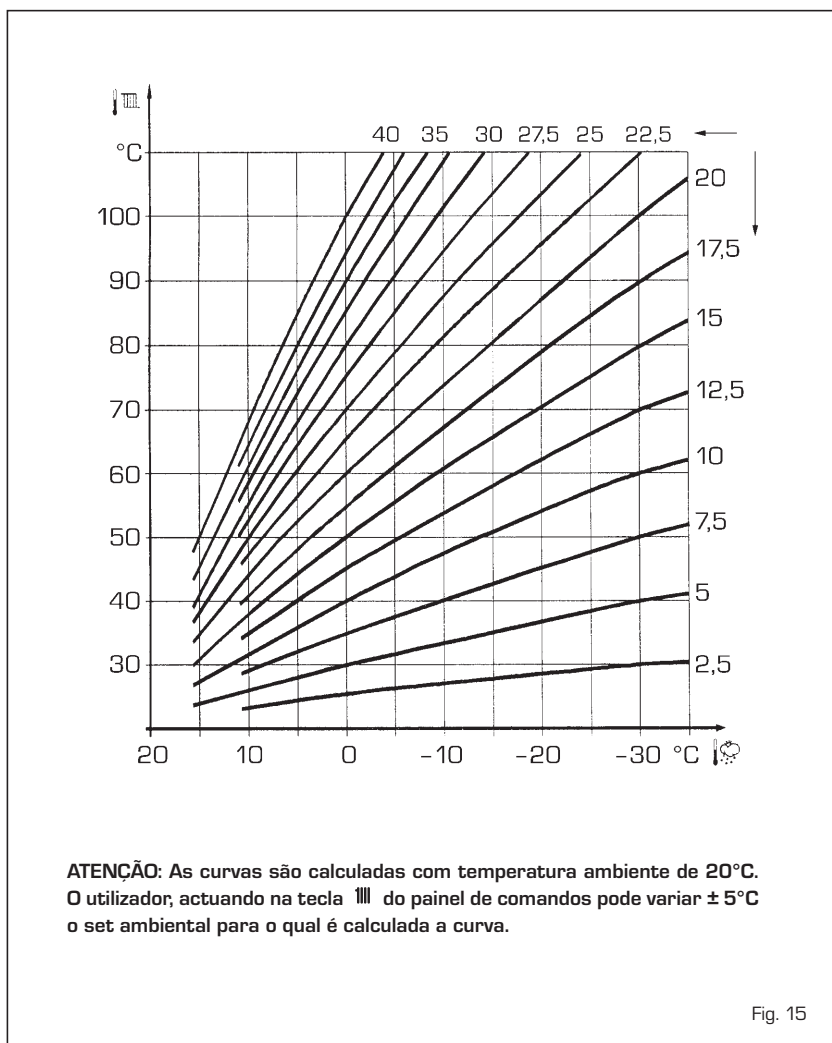

Fig. 15
3.4 SONDA EXTERIOR LIGADA (fig. 15)
Em caso de presença de sonda exterior os SET de aquecimento são determinados pelas curvas climáticas em função da temperatura exterior e limitados pelo valor de range descritos no ponto 3.2 (parâmetros PAR 13 e PAR 14). A curva climática a introduzir pode ser seleccionada de um valor entre 3 e 40 (com passos de 1). Aumentando inclinação representada pelas curvas da fig. 15 aumenta-se a temperatura de ida do circuito em correspondência com a temperatura exterior: